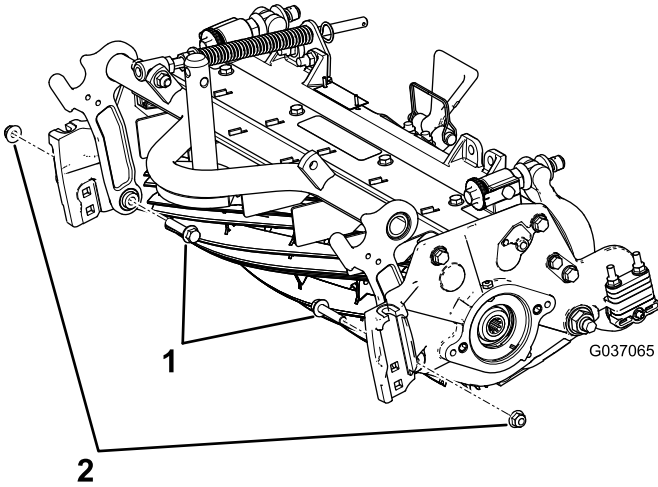

Figura 6
- B. Instale los 2 pernos con arandela prensada existentes desde el interior de la unidad de corte, y sujételos con las contratuercas con arandela prensada de 3/8" (**Figura 6**).